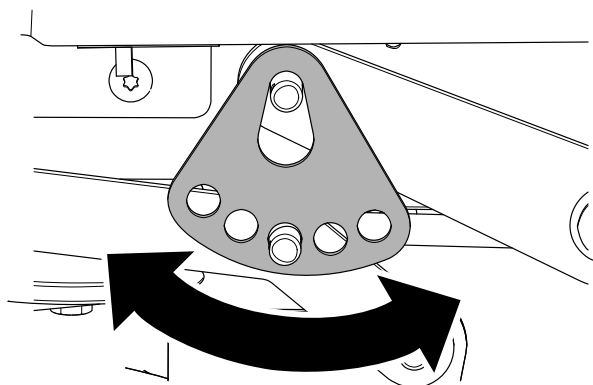

Figura 72
7. Rotiți placa pentru înălțimea de tăiere în alt orificiu, astfel încât să suporte greutatea punii mainii de tuns iarbă după ce montați placa (Figura 72).
8. Montai aiba i tiftul în formă de agrafă (Figura 72).